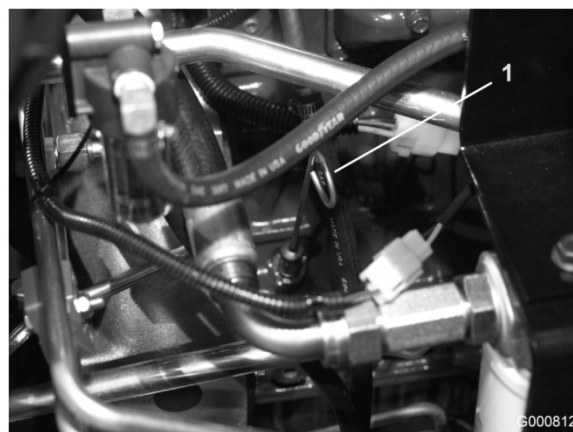

図 17
2. デイップスティック（図17）を抜き、ウェスで拭いてもう一度差し込む。再び引き抜いて油量を点検する。FULL位置までであればよい。